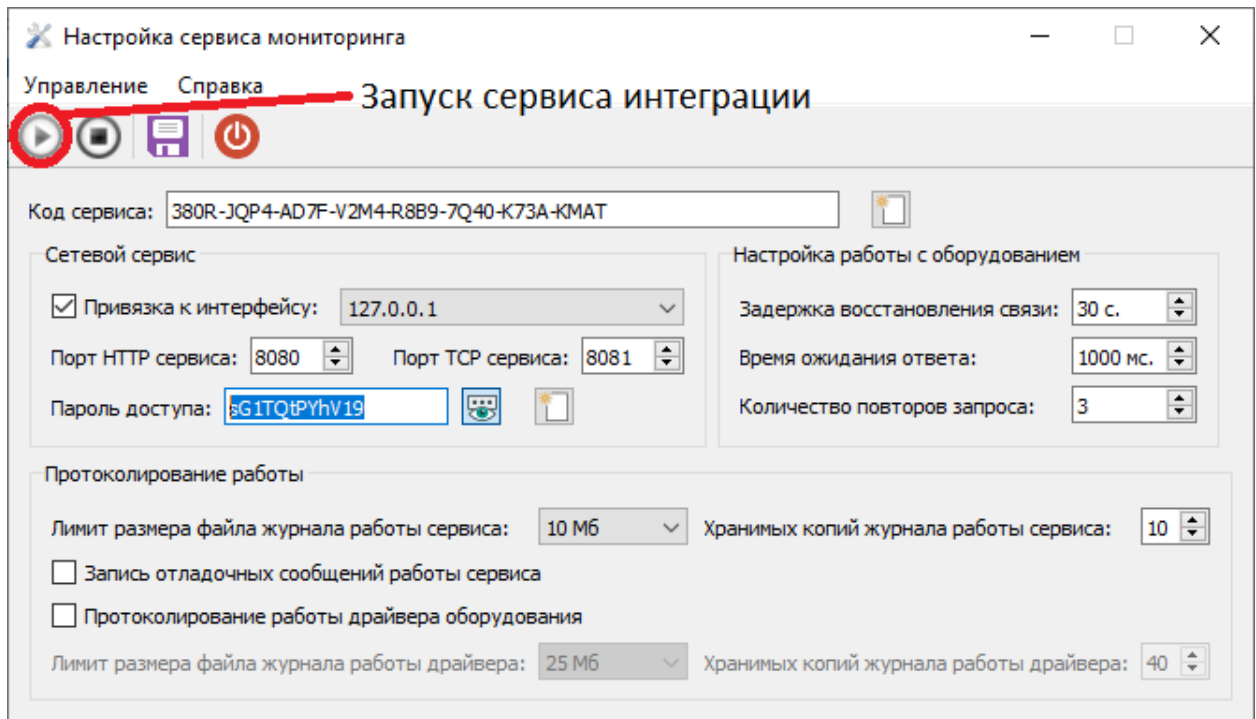

Рис. 2. Запуск сервиса интеграции
**Внимание!** Для автоматической передачи конфигурации СОП «Пунктир-А» в сервис интеграции необходимо запустить сервис перед началом работ с внешним конфигуратором (Рис. 2). В этом случае при сохранении настроек конфигурация автоматически загрузится в сервис интеграции.